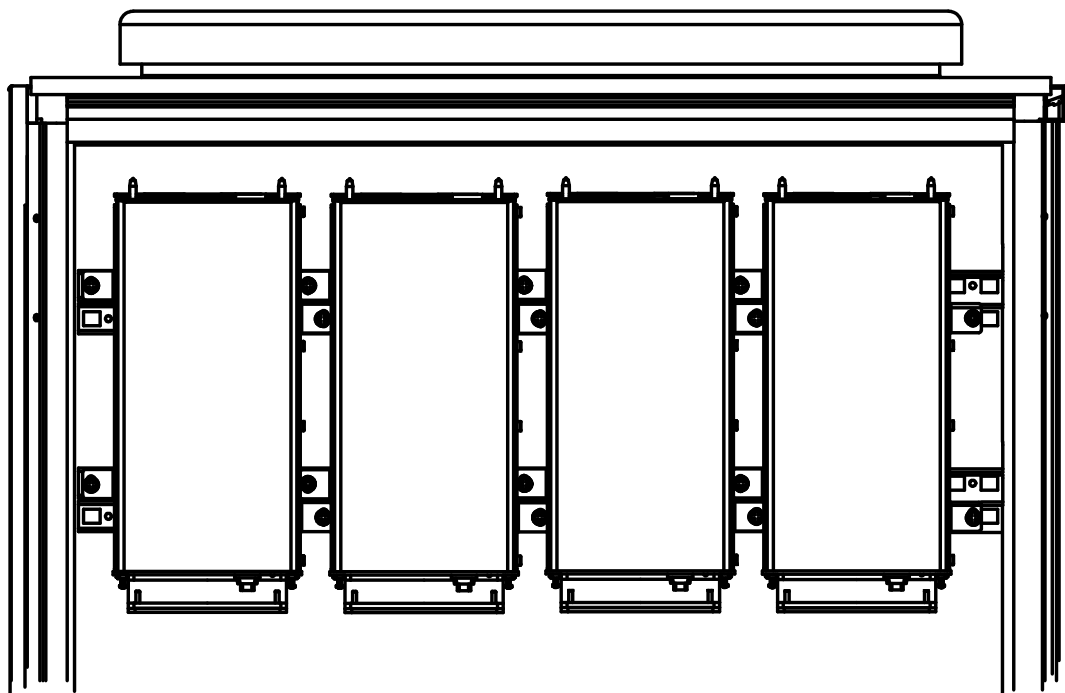

Рис. 6: Крепеж четырех блоков питания в вертикальном положении в электрошкафу шириной 800 мм
- При установке в вертикальном положении на профильных шинах в электрошкафу шириной 800 мм можно разместить четыре блока питания рядом друг с другом, см. Рис. 6.